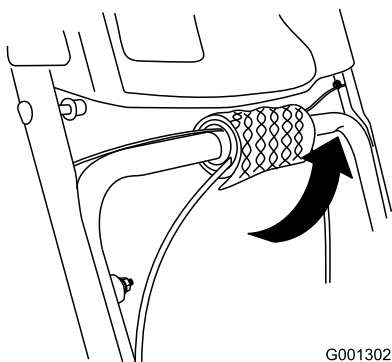

Figure 5
1. Déroulez les extrémités des câbles de la partie inférieure du guidon (Figure 5).